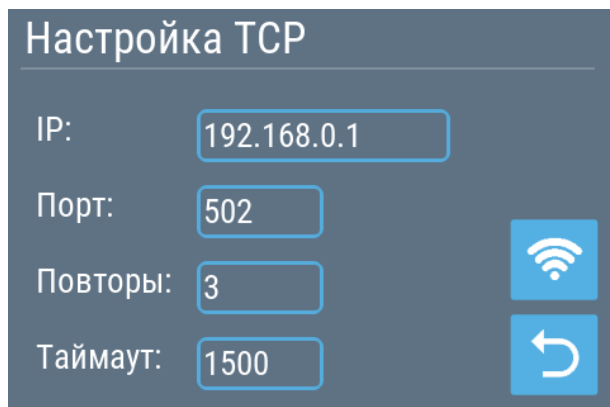

Рисунок 3.7
3.10 Далее нажать на кнопку , затем нажать на  в разделе **Настройки TCP** (Рисунок 3.7). На странице **Состояние Wi-Fi** нажать на кнопку . В отобразившемся списке выбрать нужную сеть Wi-Fi и ввести пароль. Появится информация о подключенной сети Wi-Fi и статус «Подключено».
3.11 Нажатием на  вернуться в предыдущий раздел **Настройки TCP**. Ввести IP-адрес шлюза (первой панели). IP-адрес можно найти на второй странице Сетевые настройки. Проверить настройки Порт – 502, Повторы – 3 и Таймаут – 1500 (Рисунок 3.7).